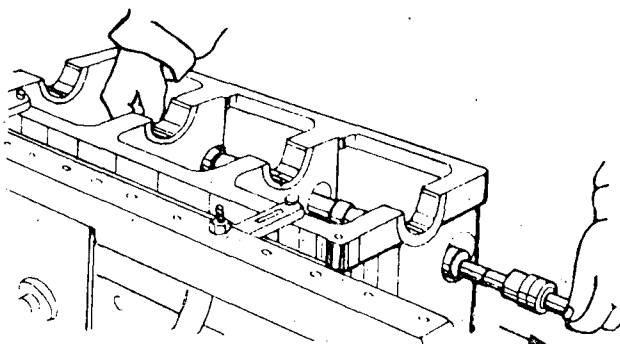

Fig. 3
b) Remove the camshaft (fig. 3).